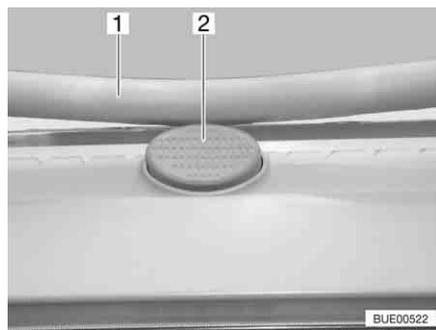

Fig. 61 Botón de seguridad en la claraboya Heki
- Pulsar el botón de seguridad (Fig. 61,2) y tirar la horquilla (Fig. 61,1) hacia abajo con ambas manos.
- Presionar el estribo hacia arriba con ambas manos hasta que la horquilla se encuentre encima del botón de seguridad (Fig. 61,2).